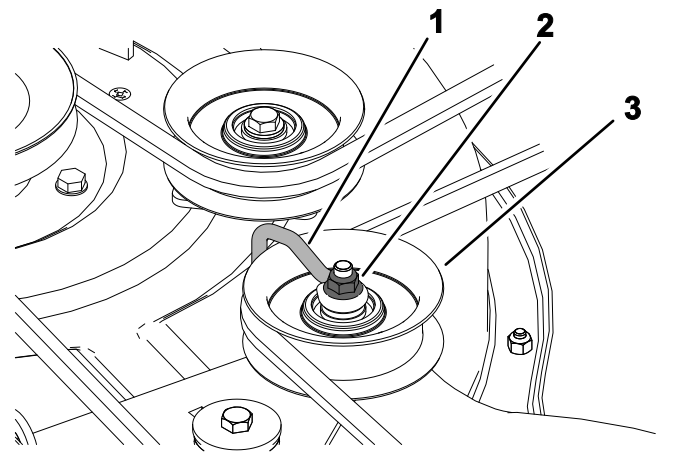

**Figura 55**
5. Slăbii uruburile i scoatei capacele de fulie (Figura 55).